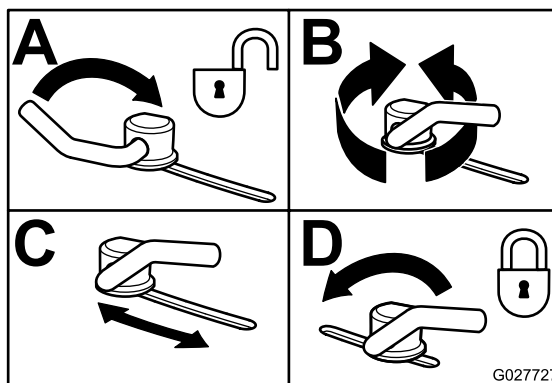

Figure 30
- Pour régler les verrous à came, soulevez le levier pour desserrer le verrou (Figure 30).
- Repoussez le levier à sa position d'origine pour serrer le déflecteur et les verrous (Figure 30).